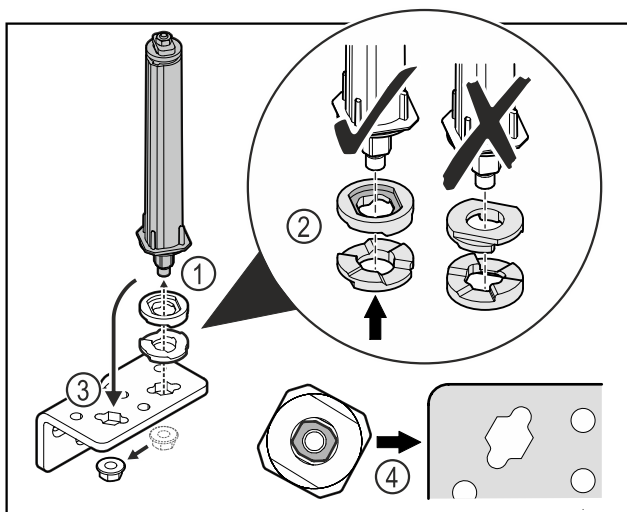

Fig. 52
- Povolte matici a odstraňte uzavírací systém dveří Fig. 52 (1).
- Dbejte na správné vyrovnaní výškově stavitelných podložek Fig. 52 (2).
- Přesaďte uzavírací systém dveří v úhelníku závěsu a upevněte jej maticí Fig. 52 (3).
- Při nasazování dbejte na správné vyrovnaní uzavíracího systému dveří Fig. 52 (4).